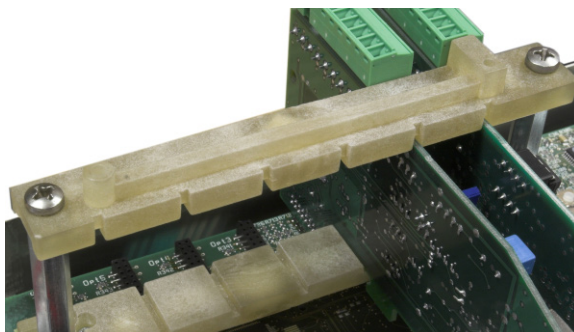

Figura 4-51: Guida superiore della scheda
9. Rimuovere le due viti che bloccano la guida superiore della scheda, mostrata nella Figura 4-51 e sollevare la guida dal suo supporto.
1. Svitare e rimuovere le viti che fissano la guida superiore della scheda (Figura 4-51) in posizione sugli appositi supporti.
5. Riposizionare la guida superiore della scheda, facendo attenzione nel collocare l'estremità superiore della scheda o delle schede opzionali nella/e fessura/e nella guida superiore (vedere Figura 4-51).